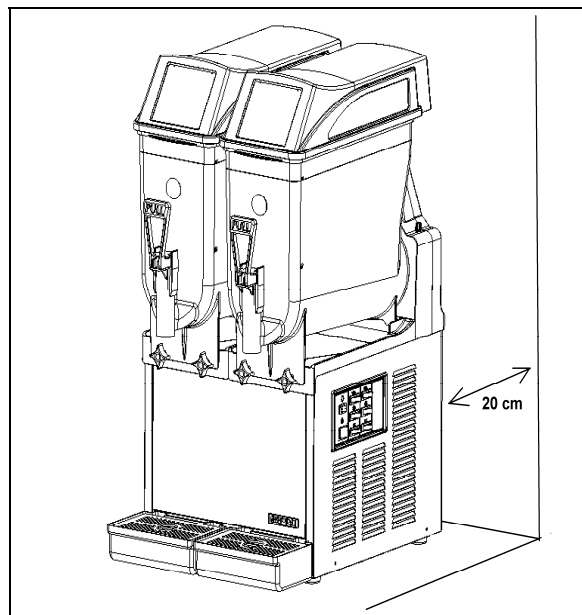

Fig. 14
b) Placer l'appareil sur une surface horizontale et solide en faisant en sorte que la carrosserie de l'appareil soit bien ventilée (**au moins 20 cm d'espace libre tout autour**, fig.14), installer l'appareil dans un environnement sec et éviter de l'installer à proximité de sources de chaleur. **La température ambiante d'utilisation de la machine doit être comprise entre 24°C et 38°C.**